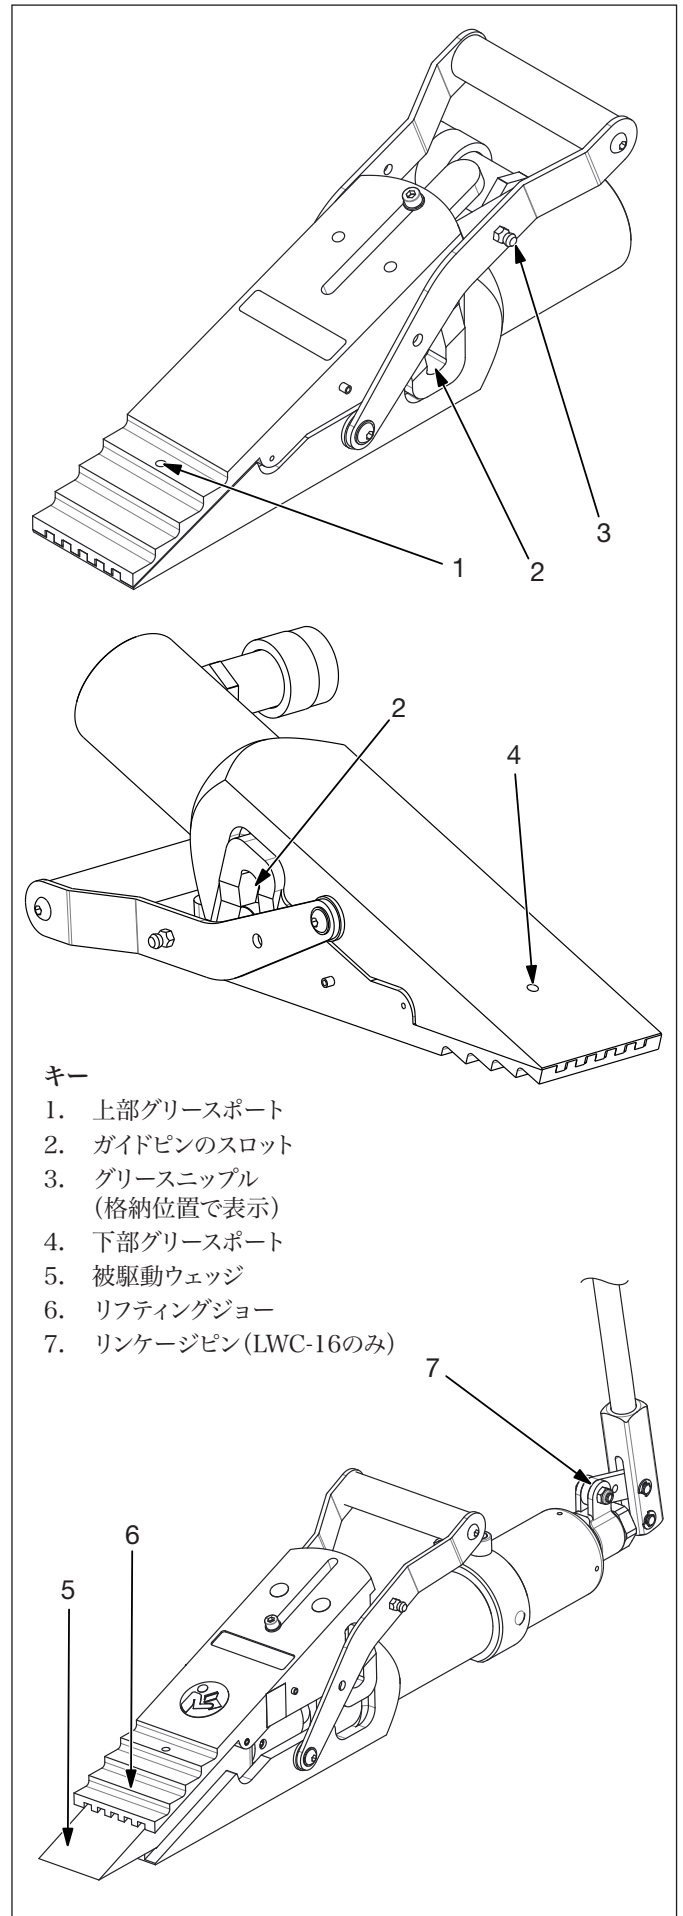

図7: 潤滑、モデルLW-16/LWC-16
以下の手順でリフティングウェッジを潤滑します。図7の項目1、項目3、項目4、項目5、項目6を参照してください。
1. ガイドピンのスロットから異物や汚れを取り除きます。図7の項目2を参照してください。
ピンが潤滑された状態が継続するように、リンケージピンに定期的にグリースを塗布します。図7の項目7を参照してください。